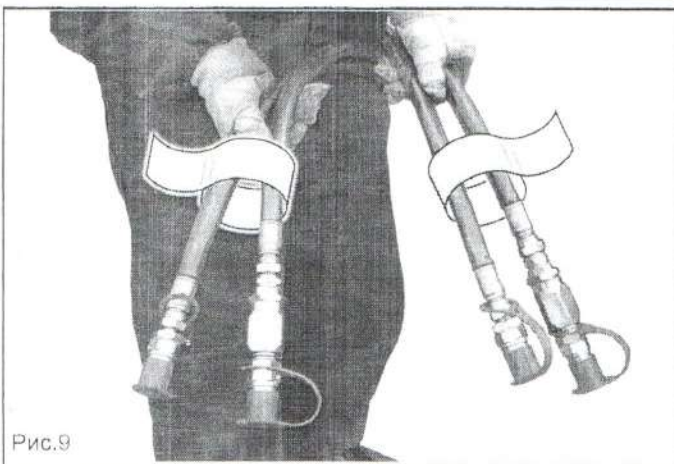

Рис.9
- 5) Правильно соединить гидродинамические трубы с распределителем трактора, следуя указанию, находящемуся на каждой трубе (Рис.9).